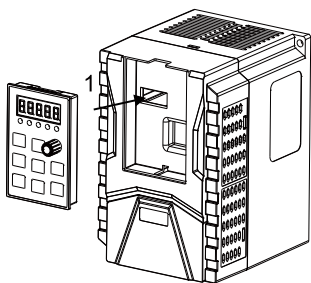

图 3-5 安装键盘
- B. 安装键盘，如下图 3-5：将键盘平齐放入键盘槽，朝方向 1 按压键盘至听到“咔嚓”声响齐平于机器前表面即可。